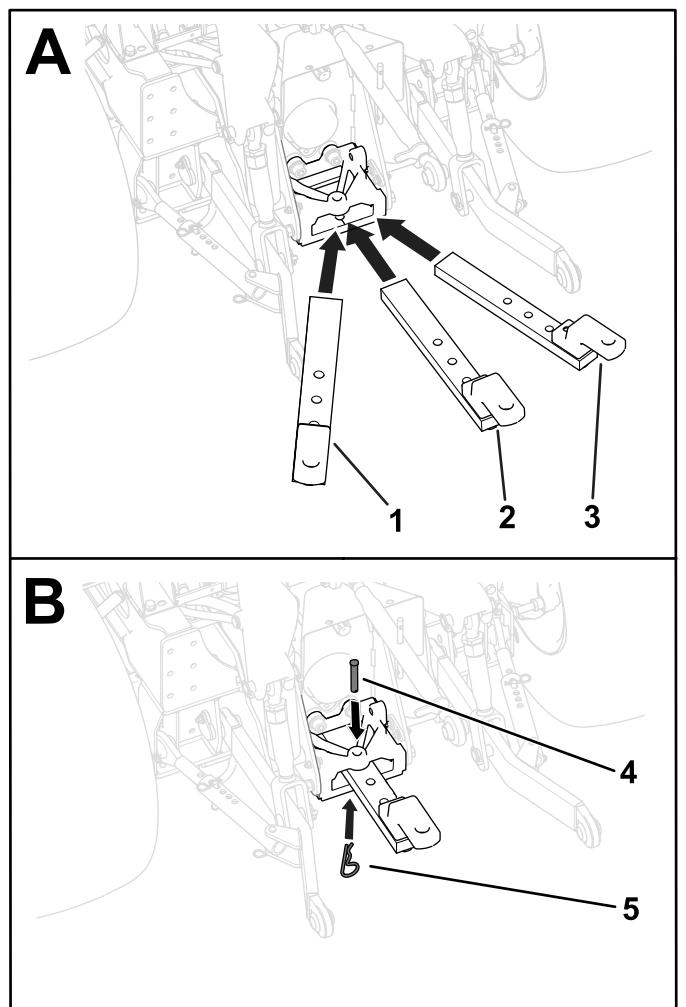

Figura 21
La barra de tracción puede instalarse desplazada hacia la izquierda o hacia la derecha, o en una posición centrada (Figura 21). Determine la posición apropiada de la barra de tracción para su accesorio, e instale la barra de tracción de la manera siguiente:
1. Introduzca la barra de tracción en el soporte de la barra de tracción (Figura 21).
2. Sujete la barra de tracción al soporte introduciendo el pasador a través de uno de los tres taladros de montaje de la barra de tracción y sujetando el pasador con la chaveta (Figura 21).